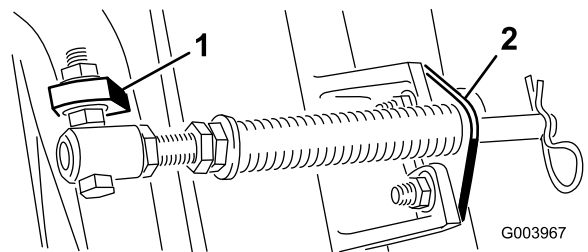

図 6
- C. スプリングチューブのボルトを、反対側のキャリアフレームのタブに取り付け、フランジナットで固定する。 図 6 に示すように、ボルトの頭部がタブの外側を向くように取り付けること。
- D. カッティングユニットのタブにロッドブラケットを取り付け、キャリッジボルト2本とナットで固定する 図 6。